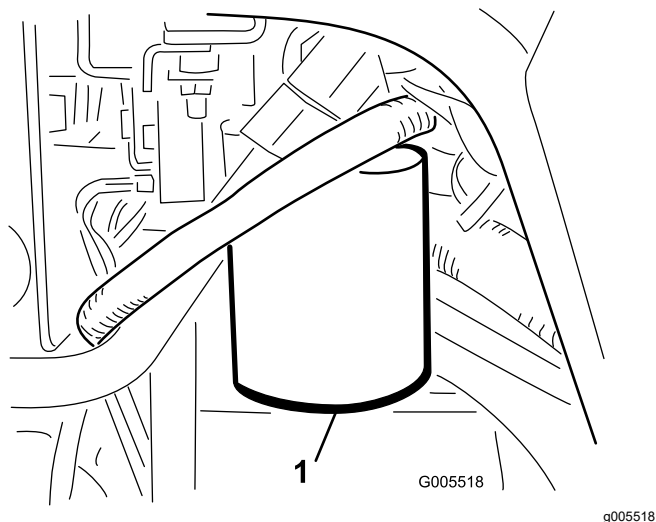

图 57
- 清洁过滤器安装区周围的区域 图 57。在过滤器下面放置一个放油盘并拆下过滤器。